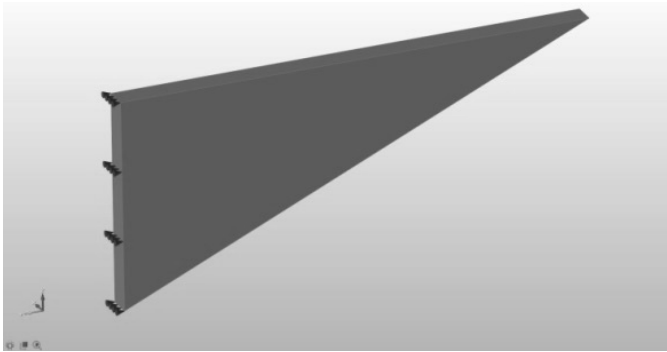

图 1-8
2) 单击三角支架较短的直角边以固定三角支架，如图 1-8 所示。